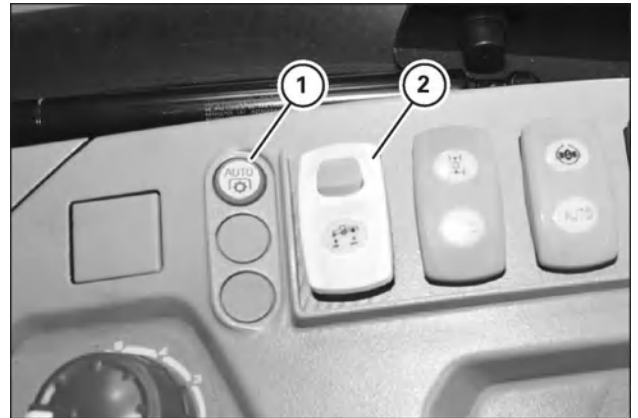

Рис. 5-24
**ПРЕДУПРЕЖДЕНИЕ!** Муфту ВОМ необходимо выключать перед переключением с одной частоты вращения на другую: выключатель (2, рис. 5-24) для выключения гидравлического ВОМ В случае использования рабочего оборудования, имеющего большую инерцию, следуйте указаниям из главы "Задний вал отбора мощности — общая информация" в этом разделе.